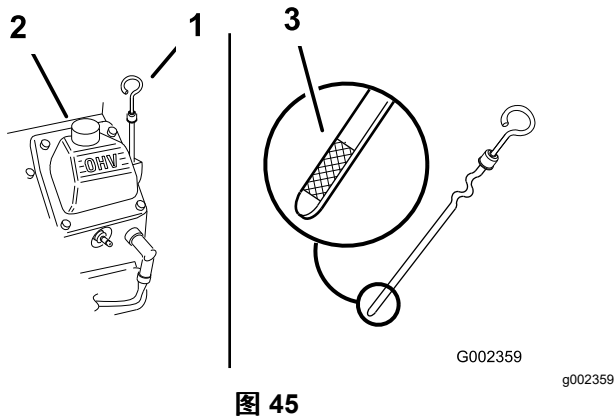

图 45
2. 清洁量油尺周围的区域 图 45 防止灰尘落入注油孔并损坏发动机。
3. 取出量油尺擦拭干净然后完全安装到位图 45。
油位应介于量油尺上“F”已满与“L”较低标记之间图 45。
5. 如果油位低于“L”较低标记应取下加油管盖图 45 添加指定机油直至油位达到量油尺上的“F”已满标记。